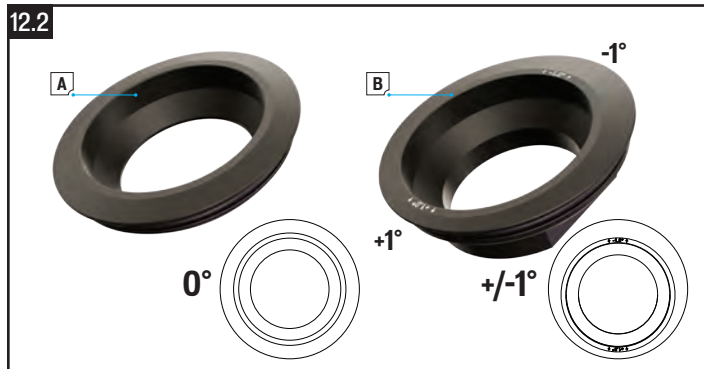

Fig. 12.2
- Løsne styrefremspringboltene som fester den til gaffelens styrerør (A).
- Løsne og ta av top cap-bolten (B).
- Fjern styrefremspringet (C) fra gaffelens styrerør (D) og ta gaffelen av rammen (E).
- Velg styrelagerkopp og posisjon (Fig. 12.2) for rytterens ønskede geometri.